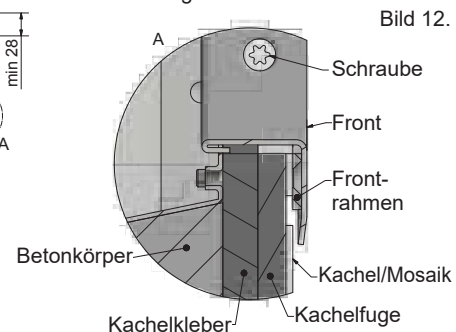

Bild 12.
9. Bringen Sie die Front am Frontrahmen an und fixieren Sie sie mit den mitgelieferten Schrauben (4 x M5x12) im zweiten und achten Loch, siehe Bild 12.